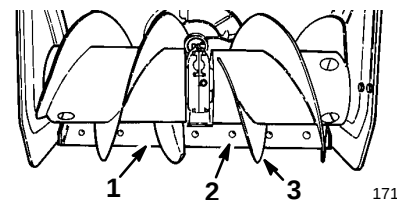

Abbildung 8
2. Die Schneefräse auf einer flachen Oberfläche abstellen und prüfen, ob die Schürfleiste (Abb. 8) parallel zum Boden ist. Wenn nicht, Schürfleiste einstellen. Siehe dazu *Einstellung der Schürfleiste und der Rutschbleche* auf Seite 21.